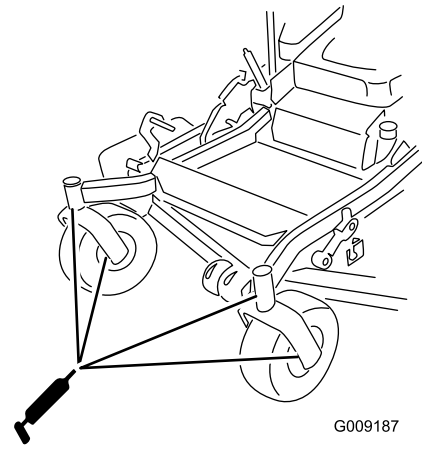

Figura 44
11. Engrase los cojinetes de las ruedas giratorias (Figura 44).
10. Instale el tapón hexagonal y la tapa (Figura 44).